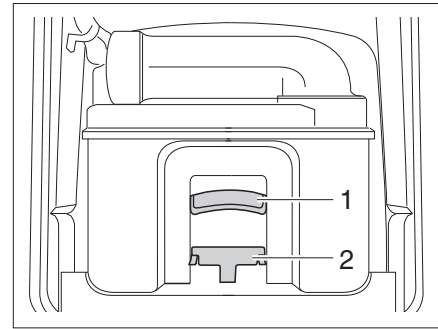

Fig. 250 Cassette Thetford
- Empujar el estribo de sujeción (Fig. 250,2) hacia delante para desbloquear el inodoro cassette y extraer el cassette con el tirador (Fig. 250,1).